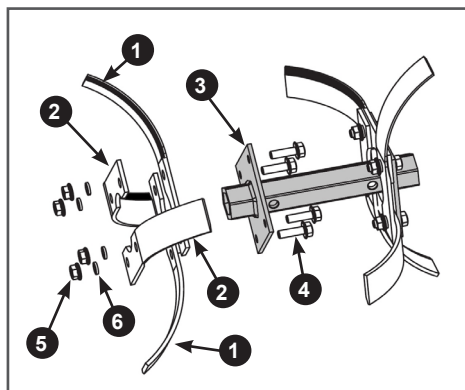

**Рис. 15. Установка ножей на внутренний фланец основной секции оси фрезы**
3. Установите ножи на внутренний (со стороны редуктора) фланец основной секции оси (Рис. 15). Со стороны редуктора вставьте в отверстия во внутреннем фланце 4 оси болты 3, далее в соответствии с рисунком 15 на внутренний фланец с внешней его стороны установите правые ножи 1 (имеющие изгиб в сторону от редуктора), затем, как показано на Рис. 15 установите левые ножи 2 (имеющие изгиб к редуктору). После этого уста-
новите пружинные шайбы 6 и закрутите гайки 5 (Рис. 15). Затяните все резьбовые соединения.